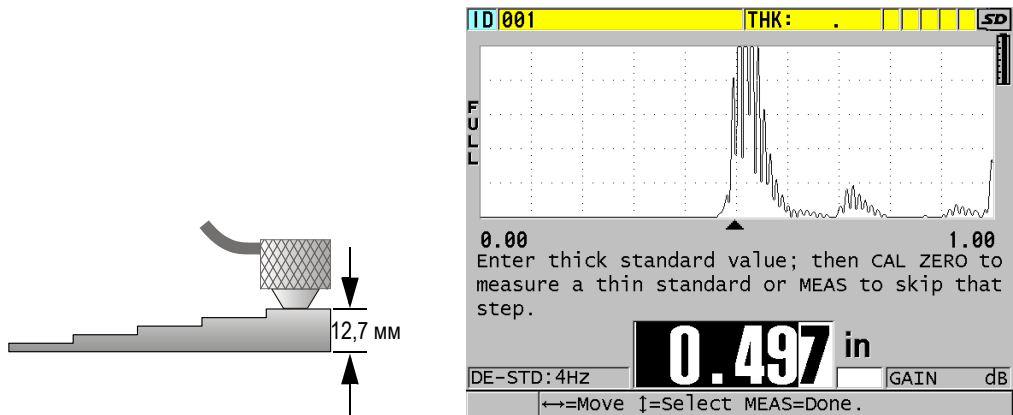

Рис. 5-4 Калибровка скорости звука на толстой части 5-ступенчатого тестового образца
1. Калибровка скорости звука в материале (см. Рис. 5-4 на стр. 74):